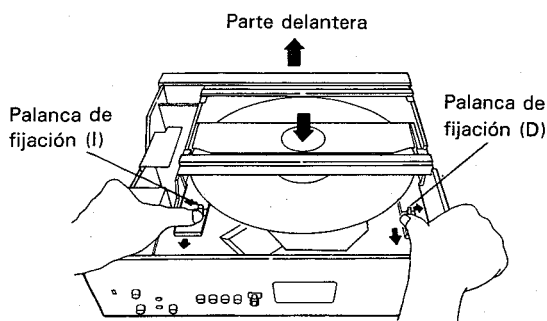

Fig. 6
2. Tire de las palancas de fijación (I) y (D) hacia atrás a la vez que las presiona hacia afuera, y la abrazadera bajará para fijar el disco. Compruebe que el disco haya quedado bien fijado girando la abrazadera con la mano. (Fig. 6)